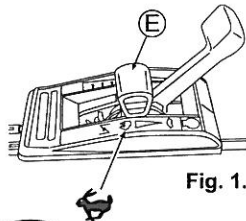

Fig. 1.
2 Placez la Manette de gaz (E) en position "STOP" pour commencer à tondre. (Voir Fig. 1.)